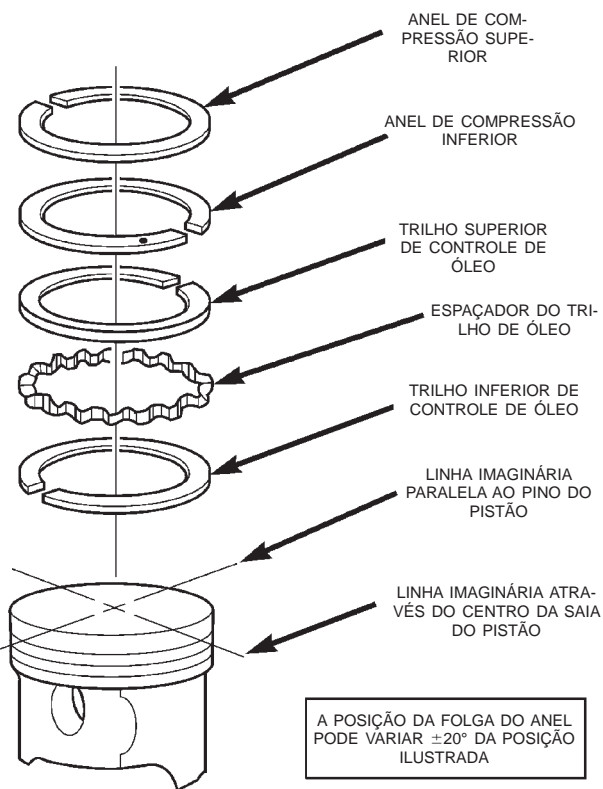

Fig. 15 Orientação da Folga do Anel
- Posicione as folgas no pistão, conforme ilustrado (Fig. 15).